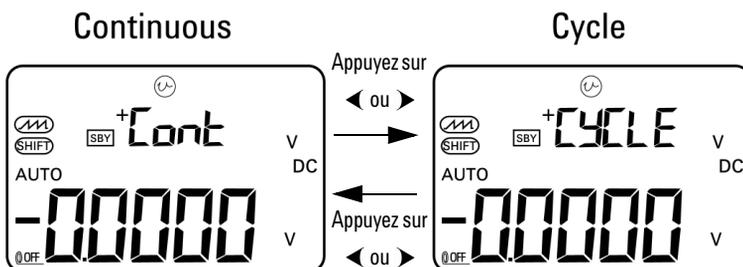

Figure 2-4 Sélection d'une sortie en mode scrutation automatique
- 4 Après avoir sélectionné la fonction  appropriée, appuyez sur ◀ ou sur ▶ pour sélectionner l'un des deux modes : continu ou cycle. L'affichage secondaire indique **Cont** ou **CyCLE** (Figure 2-4 à la page 38).